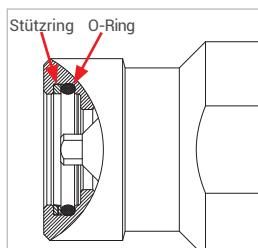

Abbildung 6
- ▶ Kontrollieren Sie vor dem Einsetzen des Nippeleinsatzes (Pos. 7) die beiden Dichtelemente (O-Ring und Stützring, *Abbildung 6*) auf korrekte Einbaurichtung, richtigen Sitz und Beschädigung.